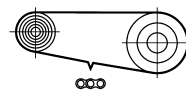

Рис. 22: Определение требуемой длины цепи
2. Выньте новую цепь из упаковки и разместите на большой передней и большой задней звездах, как показано на рис. 22.